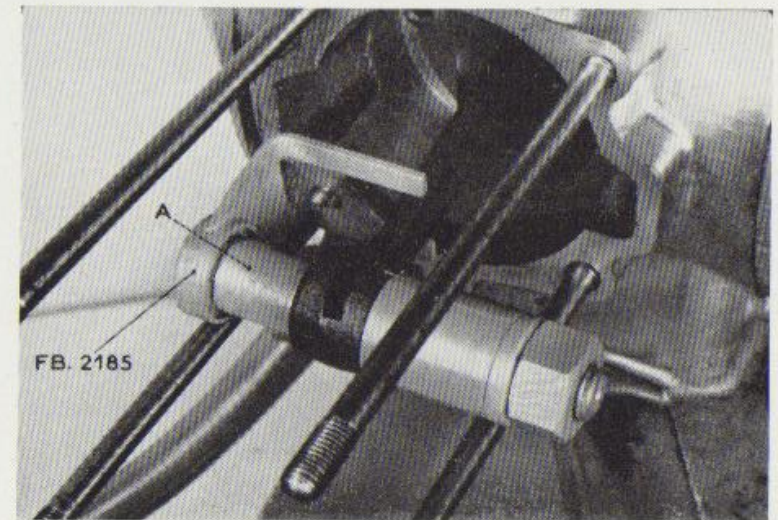

Fig. 68. - Outil pour le montage et démontage de la bague de pied de bielle (FB.2185).
- a) Démonter la bague de pied de bielle à l'aide de l'outil FB.2185 (Fig. 68) ;